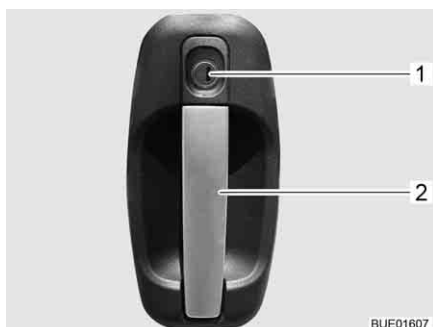

Fig. 48 Fechadura da porta de entrada, lado de fora
Abrir: ■ Meta a chave no canhão da fechadura (Fig. 48,1) e gire até a fechadura da porta estar destrancada.
■ Puxe o manípulo da porta (Fig. 48,2). A porta está aberta.
Trancar: ■ Meta a chave no canhão da fechadura (Fig. 48,1) e gire até a fechadura da porta estar trancada.